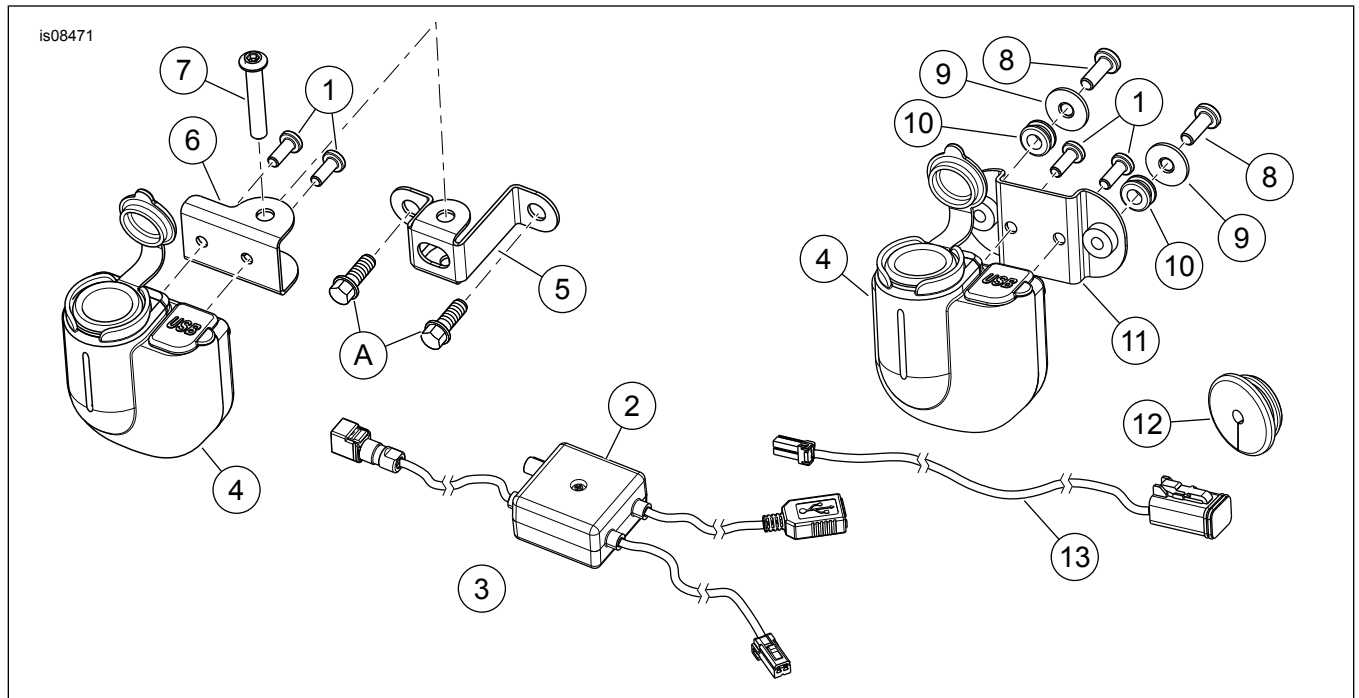

Figura 7. Piezas de servicio: Toma USB/alimentación
Vea la Figura 7 y la Tabla 1.
13. Vea la Figura 7. Conecte el cable (13) al enchufe de accesorios. Vea el Manual de servicio.